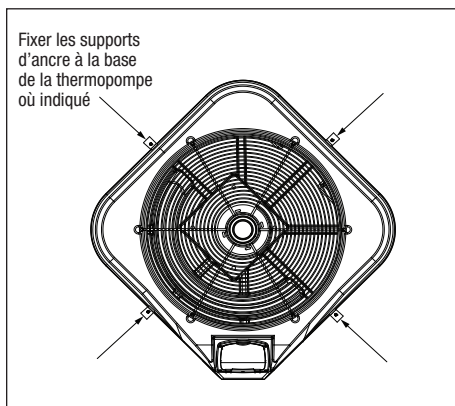

Figure 2. Positions de la bride d'ancrage
2. Placer les brides à la base de la thermopompe aux emplacements indiqués à la *Figure 2*.